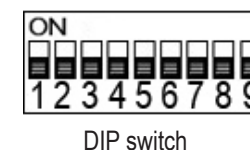

fig. 4
- fig. 4:** Motion sensor setting via dip switch. Settings see page 11.
- Bild 4:** Bewegungssensor per DIP-Schalter einstellen. Einstellmöglichkeiten siehe Seite 5.